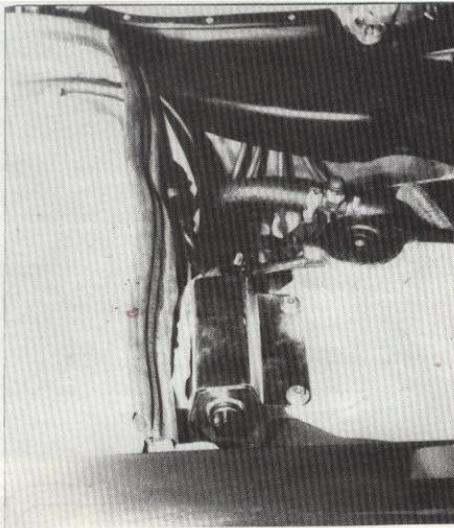

Abb. 6
- c) Plusleitung Sicherungshalter 430 Z 7090 an den Ausgleichsbehälter mit 2 Stück Skt.-Blechschaube B 4,8 x 13 anschrauben und vorhandene Schrauben entfernen (Abb. 6). Batteriekabel an Plusleitung anschrauben, jedoch die Batteriepolsschraube noch nicht an die Batterie anschließen.